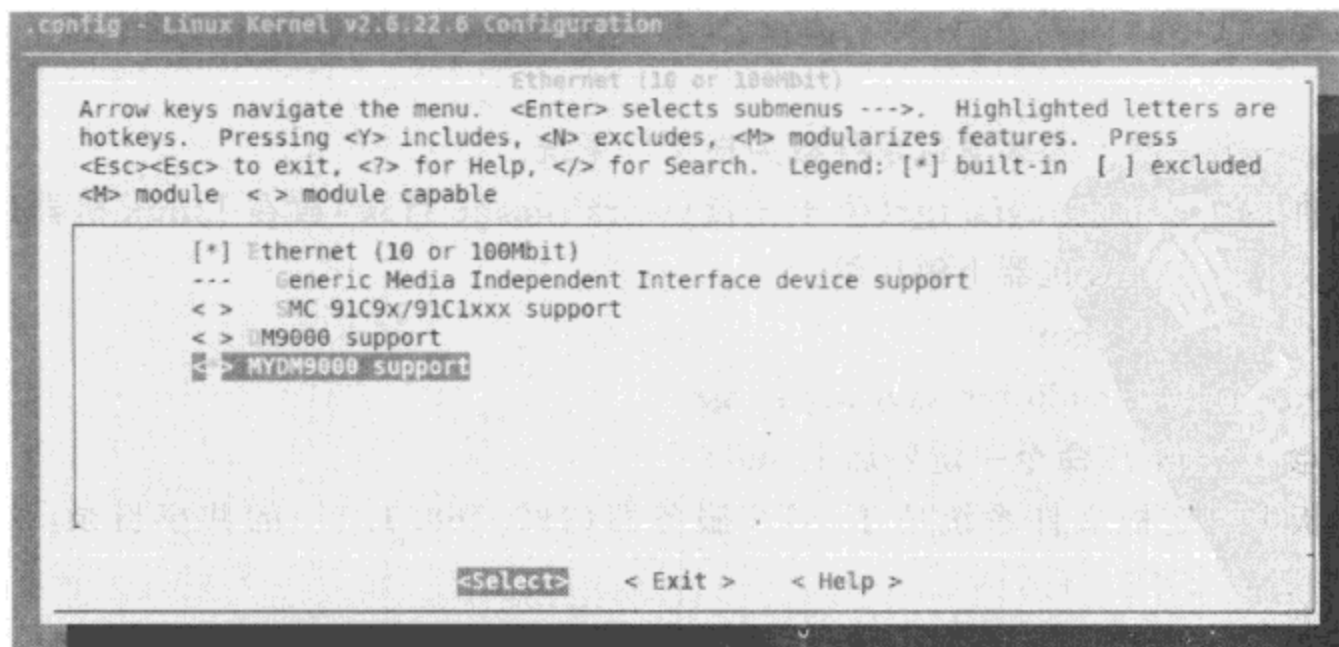

图 6-4 网卡驱动配置
(1) 首先,先将 dm9000 的驱动源代码文件 mydm9000.c 和 mydm9000.h(位于光盘\work\sysbuild\目录)放到 drivers/net 目录(其实放到任何目录都可以,只是根据惯例,网络设备驱动都放置于 drivers/net)。
(2) 在 drivers/net/Kconfig 增加 config 条目,以使 mydm9000 驱动的配置选项能够出现在 make menuconfig 的配置界面中,如图 6-4 所示。